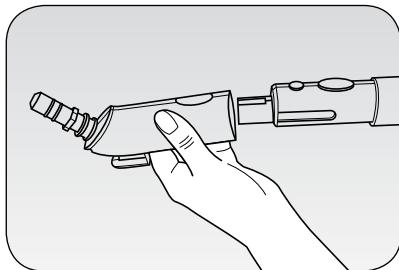

Fig. 7
Cet accessoire, qui doit être appliquée sur l'adaptateur (13) (Fig. 7), s'utilise sur les tubes rallonge (9) et est muni de pinces pour fixer la serpillière (7) fournie en dotation, ou tout autre type de chiffon lavable en machine.